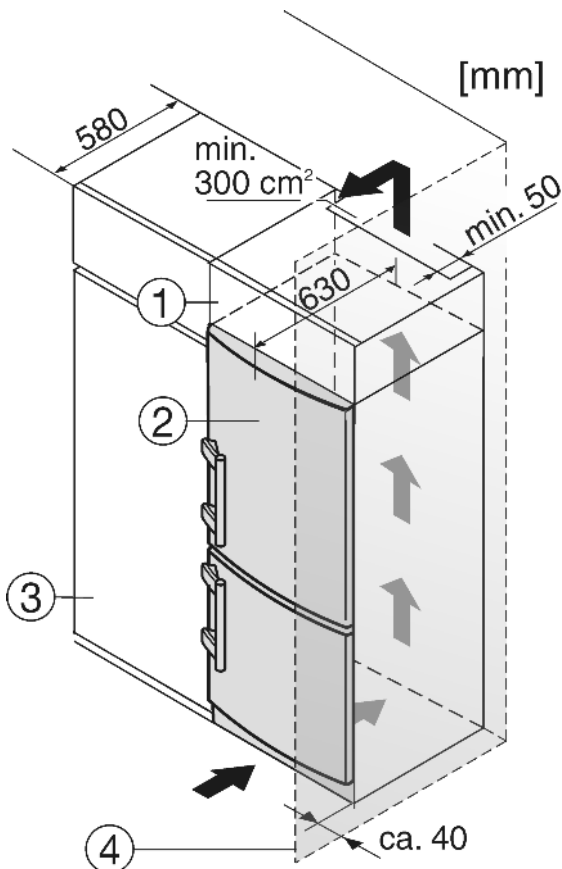

Fig. 5
- (1) Aufsatzschrank
- (2) Gerät
- (3) Küchenschrank
- (4) Wand
Das Gerät kann mit der Kucheneinrichtung umbaut werden. Um das Gerät Fig. 5 (2) der Küchenzeilenhöhe anzugleichen, kann über dem Gerät ein entsprechender Aufsatzschrank Fig. 5 (1) angebracht werden.
Beim Umbau mit Küchenschränken (Tiefe max. 580 mm) kann das Gerät direkt neben dem Küchenschrank Fig. 5 (3) aufgestellt werden. Die Gerätetür steht seitlich 34 mm und in der Gerätemitte 50 mm gegenüber der Küchenschrankfront vor. Sie lässt sich dadurch einwandfrei öffnen und schließen.
Wenn das Gerät mit den Scharnieren neben einer Wand Fig. 5 (4) aufgestellt wird, muss der Abstand zwischen Gerät und Wand mindestens 40 mm betragen. Dies entspricht dem Griffüberstand bei geöffneter Tür.